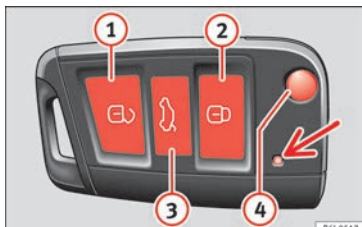

Bild 122 Tilldelning av knapparna på fjärrkontrollsnickeln
Genom att använda knappen ④ » **bild 122** ① på fjärrkontrollen fälls nyckeln ut.
Låsa upp fordonet ⑥ » **bild 122** ①.
Låsa fordonet ⑥ » **bild 122** ②.
Låsa upp bakluckan. Tryck på knappen ③ » **bild 122** ③ tills alla blinkers på fordonet blinkar kort. När upplåsningsknappen ③ trycks in har du 2 minuter på dig att öppna dörren. När den tiden har passerat låses den igen.
Dessutom blinkar batteriindikatorn på nyckeln » **bild 122**.
- Tryck på [🔑]-knappen (2) » bild 122 på fjärrkontrollen.
- Tryck på [🔑]-knappen (1) » bild 122 på fjärrkontrollen.